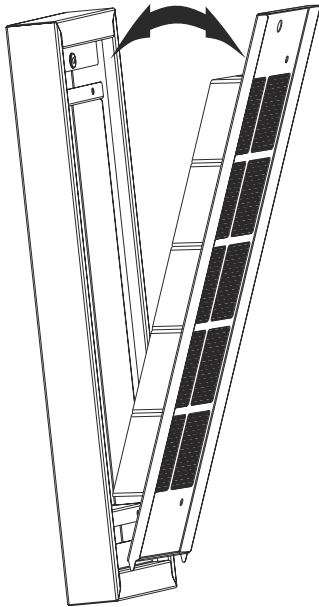

Fig. 5
- 3.** ➤ Fjern kulfilteret (Fig. 5).